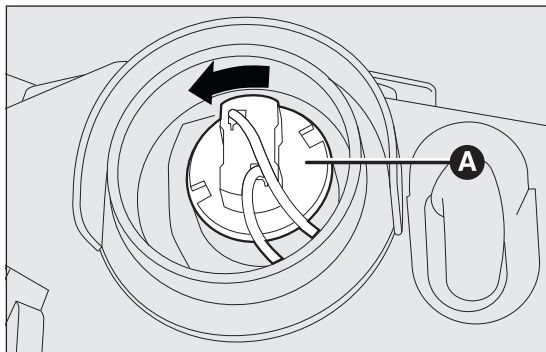

fig. 127
- tourner la douille A fig. 127 dans le sens inverse des aiguilles d'une montre et l'extraire ;